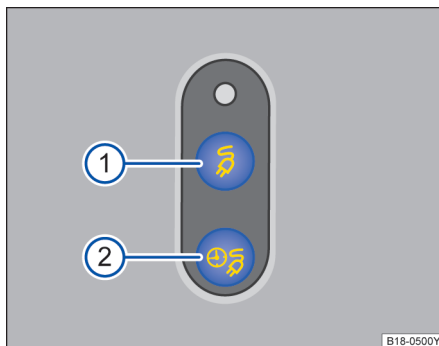

图 129 示意图：① 立即充电按钮，② 延迟充电按钮。
- 按压立即充电按钮→图 129 ①，可中断或继续充电过程，此时充电插头仍保持锁止状态。
- ① 绿色指示灯持续亮起：充电过程已结束。
- ② 绿色指示灯脉动式亮起：正在充电。
- ③ 离开车辆后绿色指示灯快速闪烁约 1 分钟：已通过信息娱乐系统设定延迟充电（出发时间），但尚未开始。此时延迟充电按钮中的指示灯→图 129 ② 也将亮起。
- ④ 黄色指示灯闪烁：请将换挡杆置于 P 位置。
- ⑤ 黄色指示灯持续亮起：请检查充电电缆或电源。使用随车充电电缆时，控制盒上会显示电源状态。必要时请具有相应资质的专业人员提供专业帮助。
- ⑥ 红色指示灯持续亮起：充电系统存在故障。请联系专业人员处理。